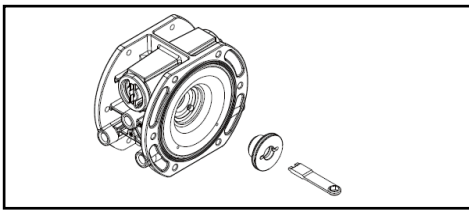

Figure 41
- Retirez le diaphragme et la tige centrale, etc. (voir la Figure 41).